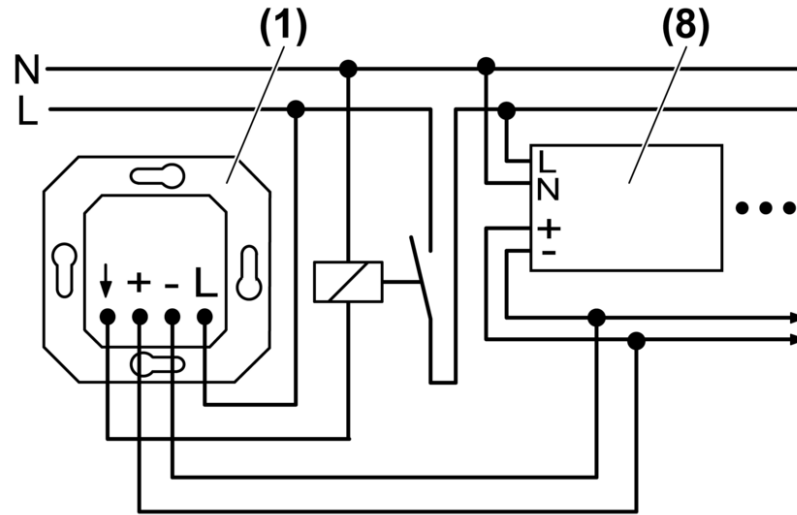
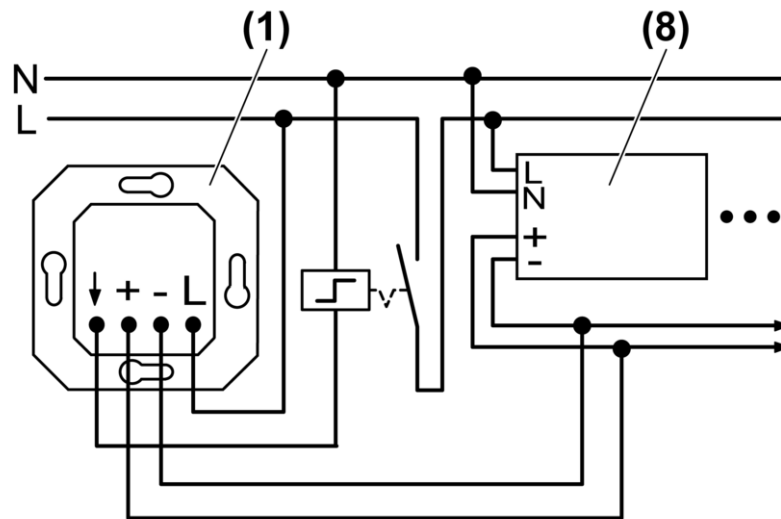

Bild 3: Anschlussplan Potentiometer mit Schaltfunktion und Schütz
Bild 4: Anschlussplan Potentiometer mit Tastfunktion
- Elektronisches Potentiometer mit Tastfunktion gemäß Anschlussplan (Bild 3) bzw. (Bild 4) anschließen.